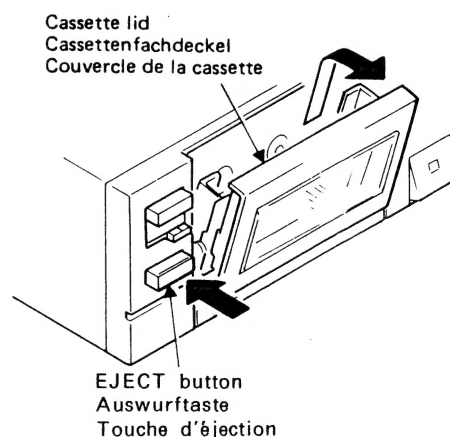

Fig. 2 Abb. 2
3. Cassette Lid (Fig. 2)
3. Cassettenabdeckung (Abb. 2)
3. Volet de trappe à cassettes (Fig. 2)